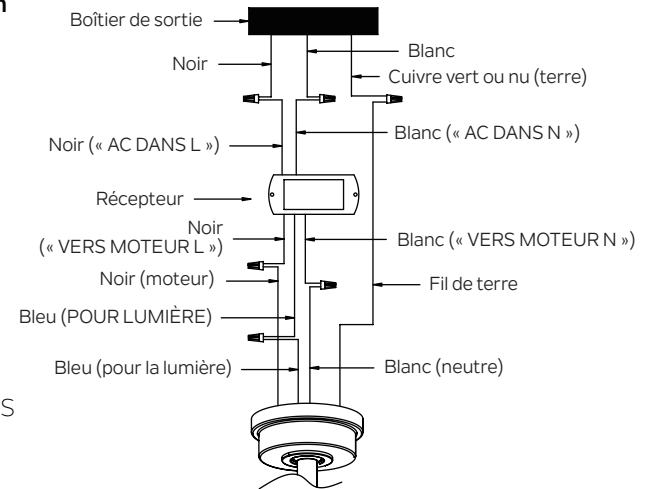

Fig. 17
Étape 2. Raccordements électriques du moteur au récepteur : Raccordez le fil NOIR du ventilateur au fil NOIR marqué « VERS MOTEUR L » du récepteur. Raccordez le fil BLANC du ventilateur au fil BLANC marqué « VERS MOTEUR N » du récepteur. Raccordez le fil BLEU du ventilateur au fil BLEU marqué « POUR LA LUMIÈRE » du récepteur. Fixez tous les raccords de fils avec les connecteurs de fils en plastique fournis. (Fig. 17)
Étape 3. Raccordements électriques du récepteur à distance au boîtier de sortie : Raccordez le fil NOIR (chaud) du plafond au fil NOIR marqué « AC DANS L » depuis le récepteur. Raccordez le fil BLANC (Neutre) du plafond au fil BLANC marqué « AC DANS N » depuis le récepteur. Fixez tous les raccords de fils avec les connecteurs de fils en plastique fournis. (Fig. 17)
Étape 4. Si votre boîtier de sortie a un fil de terre (cuivre vert ou nu), raccordez-le aux fils de terre du ventilateur. Sinon, connectez le fil de terre du ventilateur au support de montage. Fixez le raccord du fil avec un écrou en plastique fourni. Après avoir raccordé les fils, écartez-les de manière à ce que les fils vert et blanc soient d'un côté du boîtier de sortie et que les fils noirs et bleus soient de l'autre côté. (Fig. 17)